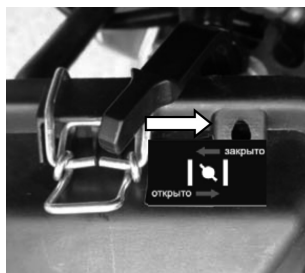

Рис. 17
5. После прогрева двигателя плавно переведите рычаг воздушной заслонки в положение «Открыто» (рис. 17). При повторном пуске, когда двигатель прогрет, воздушную заслонку использовать не нужно.